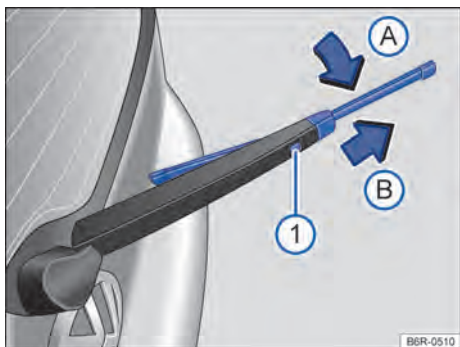

Fig. 110 Substituir a palheta do limpador do vidro traseiro.
- Manter o botão de destravamento → Fig. 110 pressionado.
- Virar a palheta do limpador do vidro na direção do braço do limpador → Fig. 110 (seta) e, ao mesmo tempo, retirar no sentido da seta). Para isso, poderá ser necessário um esforço um pouco maior.
contrário da seta → Fig. 110 (B) até que ela se trave. Para isso o braço do limpador deve estar na posição rebaixada (seta (A)).